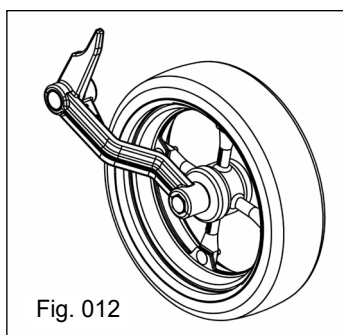

Fig. 012
- Controlador de profundidade (Fig. 012):